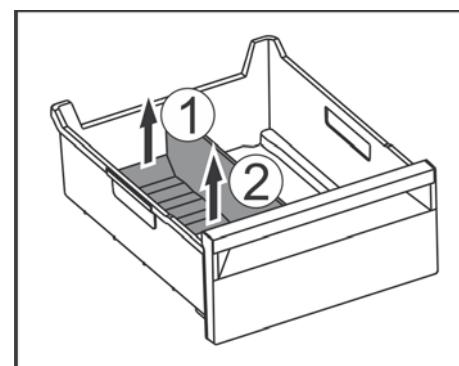

Fig. 106
- Приподнимите заднюю часть разделителя отделения для льда. Fig. 106 (1)
- Извлеките разделитель отделения для льда движением вверх. Fig. 106 (2)